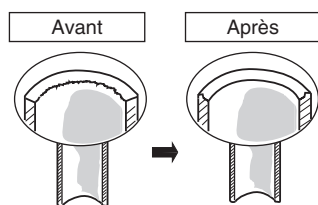

Fig. 5-1
- (1) Coupez le tube en cuivre à la longueur requise avec un coupe-tube. Il est recommandé de couper environ 30 à 50 cm en plus de la longueur du tube que vous évaluez.
- (2) Éliminez les copeaux à l'extrémité de la tuyauterie en cuivre avec un alésoir de tube ou un outil similaire. Ce procédé est important et doit être effectué soigneusement pour faire un bon évasement. Veillez à empêcher la pénétration de tout contaminant (humidité, saleté, copeaux métalliques, etc.) dans la tuyauterie. (Figs. 5-1 et 5-2)